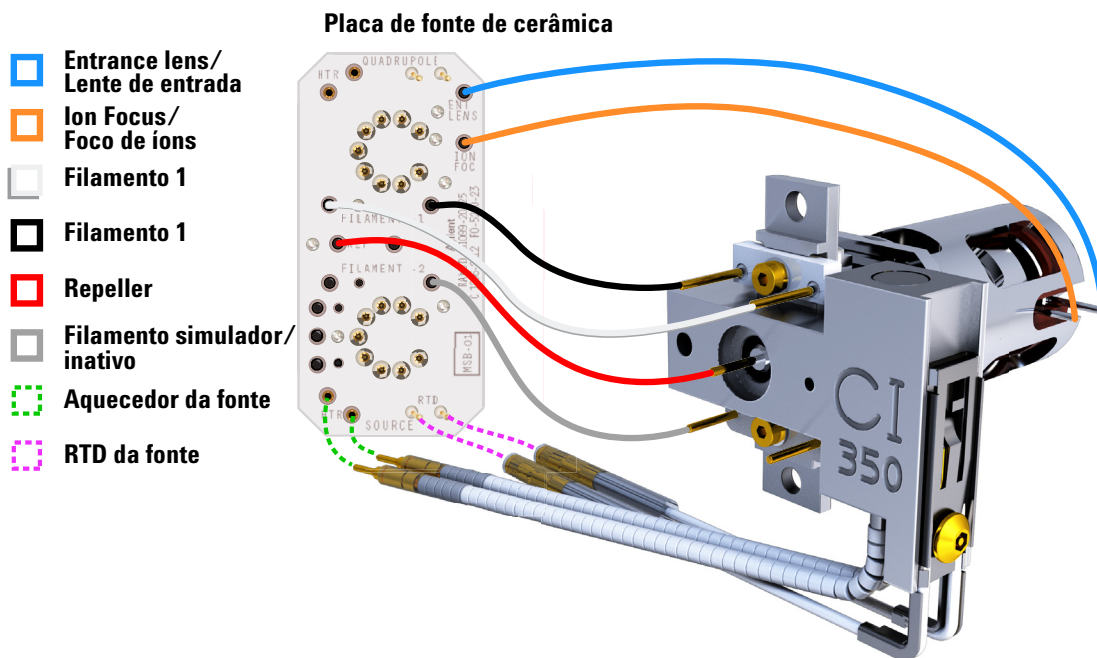

Figura 72 Fiação entre a placa da fonte de cerâmica e a fonte
- 1 Use alicates para conectar ou desconectar os fios da fiação da placa de cerâmica (vermelho, branco, preto e cinza) nos conectores da fonte. (Consulte **Figura 72**.)
- 2 Use alicates para conectar/desconectar os fios da fiação dos aquecedores da fonte na placa da fonte de cerâmica. (Consulte **Figura 72**.)